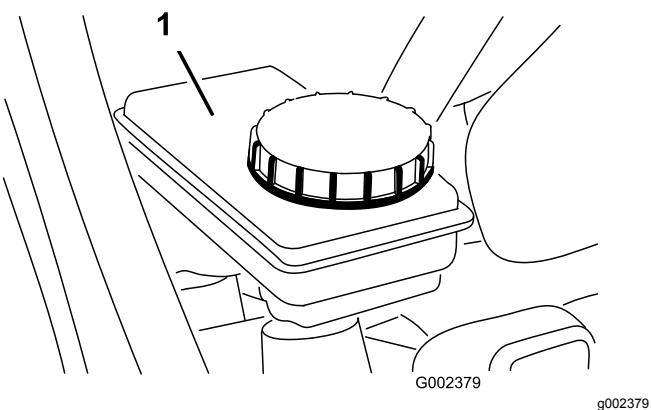

Figura 25
2. Certifique-se de que o nível do fluido está ao nível da linha de Cheio indicada no reservatório (Figura 25).
3. Se o nível de fluido for baixo, limpe a zona em torno da tampa, retire-a, e encha o reservatório até atingir o nível adequado com o fluido de travões especificado (Figura 25).